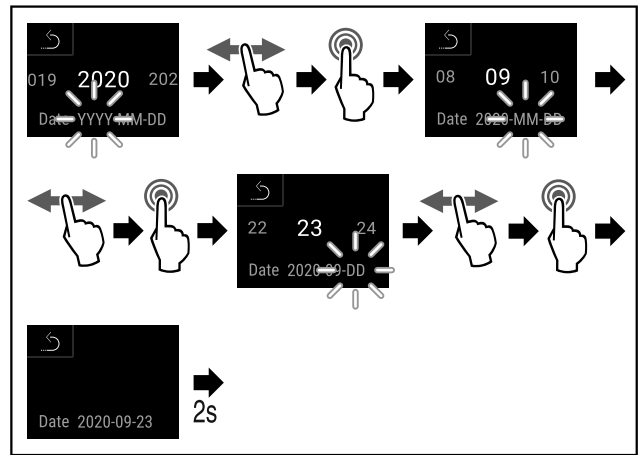

Fig. 106
- ▶ Seguir los pasos de procedimiento (consulte Fig. 106) .